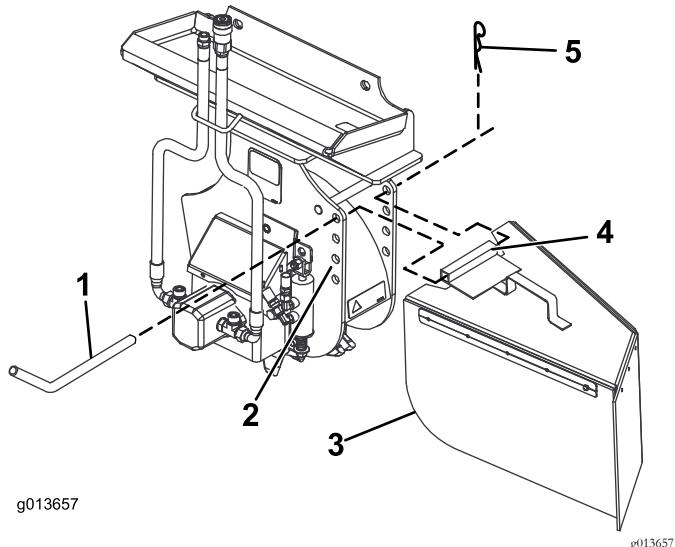

Figura 7
El desbastador de tocones tiene 4 juegos de taladros de montaje para posicionar la coraza (Figura 7). Suba la coraza (taladros superiores) para desbastar cerca del suelo, y bájela (taladros inferiores) para desbastar tocones altos. Instale de la coraza de la siguiente manera:
- Coloque el tubo de montaje de la coraza entre 2 taladros del desbastador (Figura 7).
- Deslice el pasador de la coraza por los taladros del desbastador y por el tubo de montaje (Figura 7).
- Sujete el pasador con un pasador de horquilla (Figura 7).